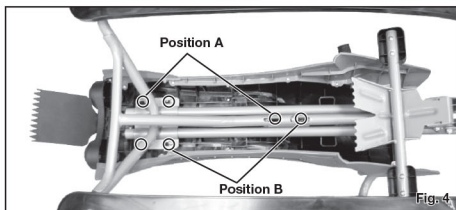

Fig.4
5. Choisissez la position du siège en alignant les points d'assemblage du siège sur les fentes d'assemblage désirées de la structure³. (Voir Fig. 4)